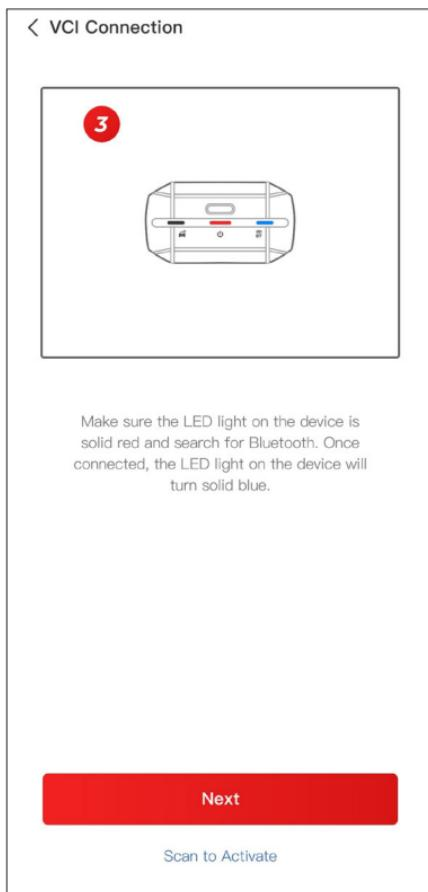

図 3-6
③ デバイス上の LED ライトが真っ赤な状態であることを確認し、Bluetooth を検索してください。接続されると、デバイス上の LED ライトは真っ青な状態になります（図 3-6 参照）。